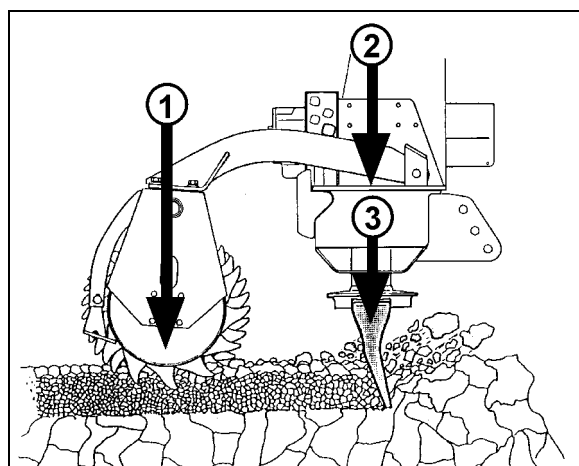

Fig. 5
- Eigengewicht der Walze (Fig. 5/1)
- Eigengewicht der Bodenbearbeitungsmaschine (Fig. 5/2)
- die Kraft (Fig. 5/3), mit der sich die Zinken in den Boden hinein zu ziehen versuchen.